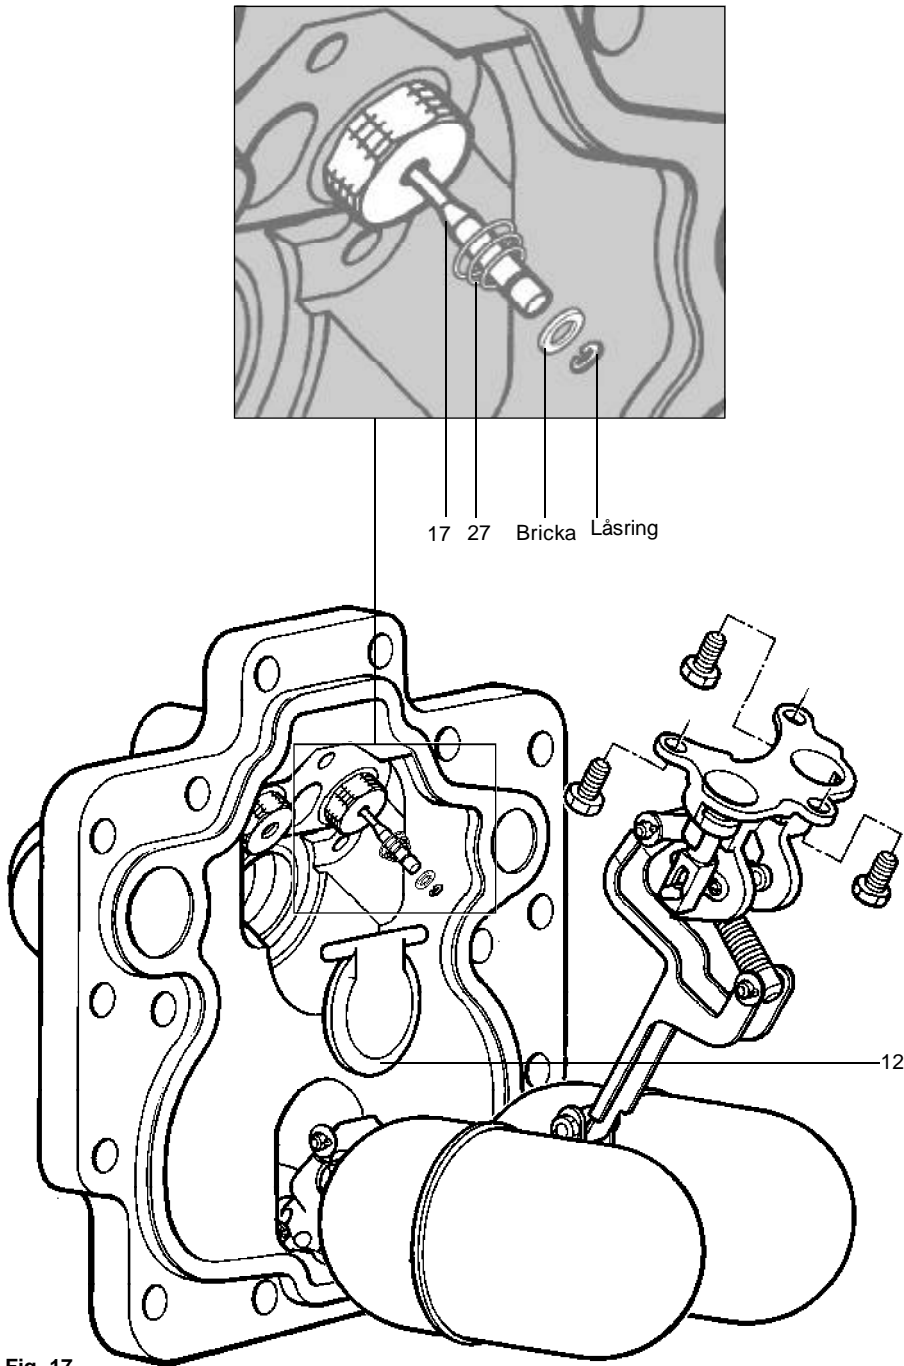

Fig. 17
5. Lyft bort pumpfästessatsen (se Fig. 17). Nu kan man komma åt klaff-backventilen på inloppssidan (del 12).
13. Anslut styrmedia-tillförseln och dräneringsledningarna försiktigt till anslutningarna som är markerade (IN) och (OUT). APT14 är nu redo för igångkörning.